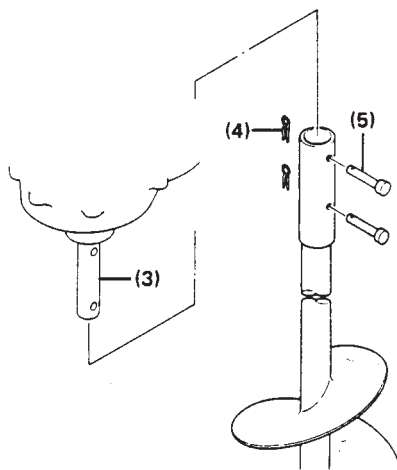

Fig. 2
- 3) Para la instalación de la barrena, colocar el cabezal de potencia sobre el suelo. Colocar la barrena en el eje propulsor. Alinear cada orificio del eje propulsor y la barrena, insertar los dos pasadores de fijación provistos en los respectivos orificios y fijarlos con las chavetas dobiando con el alicate. (Fig. 2)